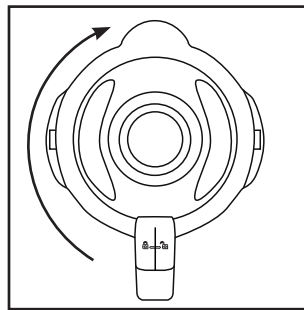

Abb.2
- 4) Drücken Sie den Deckel **2** versetzt wieder fest auf den Mixaufsatz **3** auf. Schließen Sie den Deckel **2**, indem Sie ihn im Uhrzeigersinn in die Position **2** drehen, bis er hörbar einrastet (siehe Abb. 2). Achten Sie darauf, dass die Ausgießnase am Mixaufsatz **3** verschlossen ist. Nur wenn der Deckel **2** bündig aufgesetzt ist, kann der Motor starten.